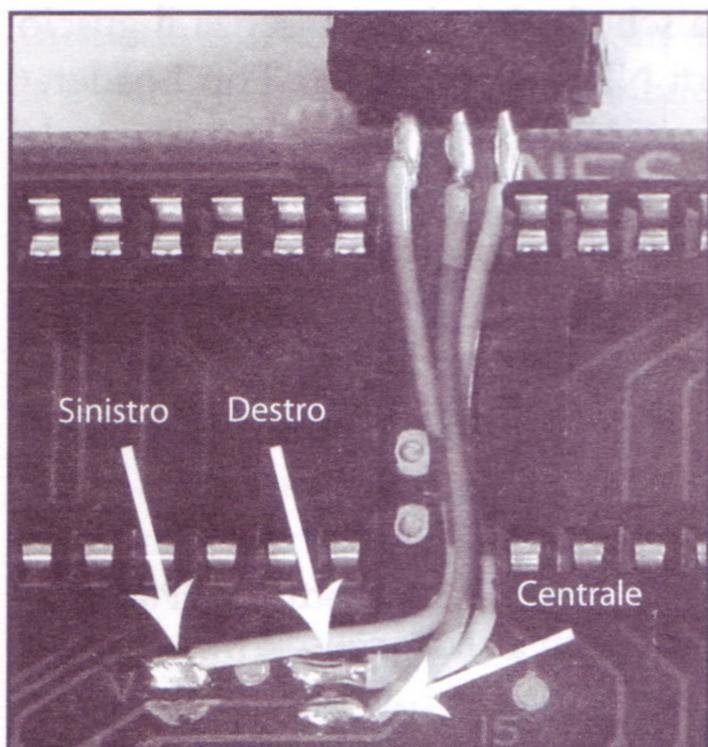

Figura 6.48 Interruttore saldato ai pad H e V.
8. Saldate i tre conduttori dell'interruttore ai pad H e V, come indicato nella Figura 6.48. Fate attenzione a connettere i fili ai pad corretti. Il polo sinistro dell'interruttore dev'essere connesso alla metà superiore del pad V; il polo destro dev'essere connesso alla metà superiore del pad H; il polo centrale dev'essere connesso alla metà inferiore del pad H.